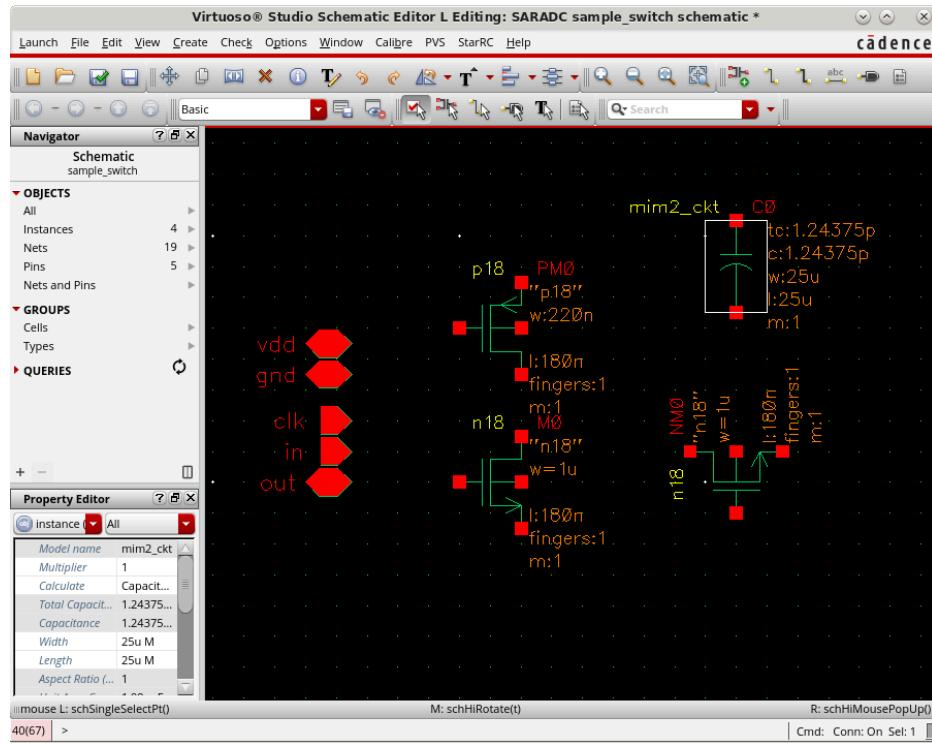

图 88 MIM 电容实例化
9. 点击 Schematic 视图中的空白处，将 MIM 电容实例化。如图 88 所示。然后按键盘上的 `esc` 键关闭对话框。